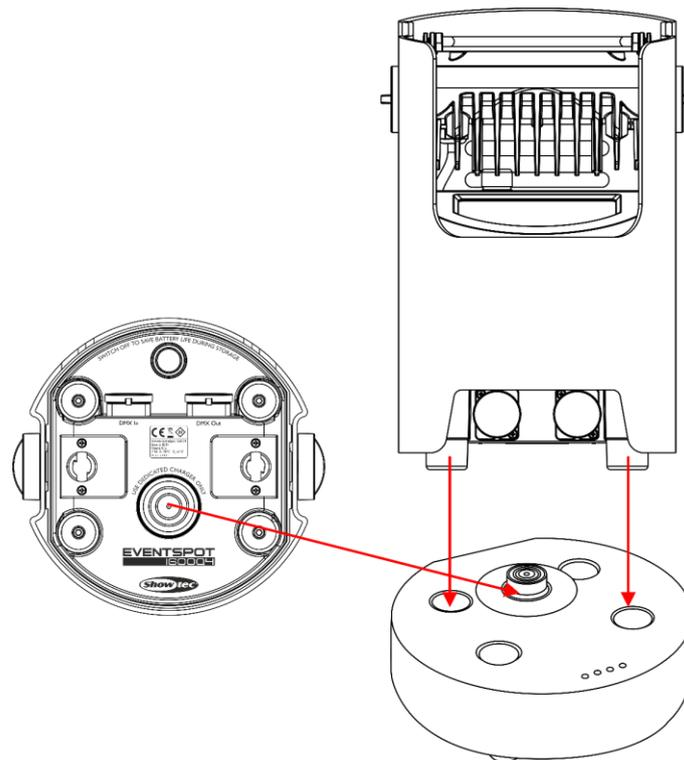

Fig. 04
- 03) Conecte la unidad EventSpot al cargador (Fig. 04).
- 04) Asegúrese de que la toma de la batería de la unidad EventSpot cubre la toma del cargador (Fig. 04).